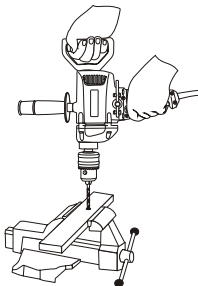

Fig.8
2. Sujete el taladro firmemente con ambas manos. Use su mano izquierda para agarrar la empuñadura principal junto con el interruptor de gatillo y su mano derecha para agarrar la empuñadura auxiliar. Si la empuñadura de auxiliar no puede ser utilizada por falta de espacio, utilice su mano derecha para agarrar la empuñadura tipo "D" (Fig. 8).